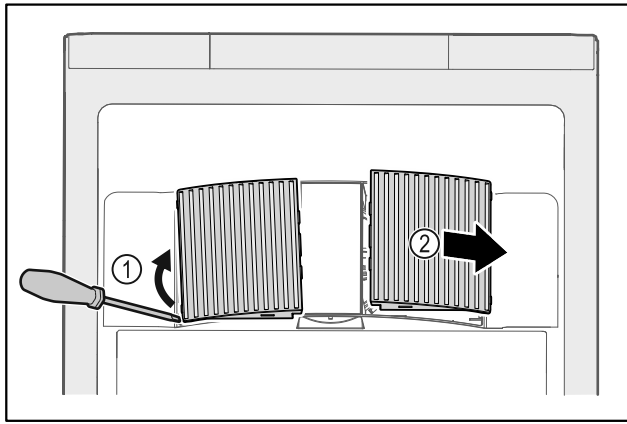

Fig. 195
- ▶ Ventilatorabdeckungen vorsichtig von der Seite heraushebeln Fig. 195 (1) und nach vorne abnehmen Fig. 195 (2).